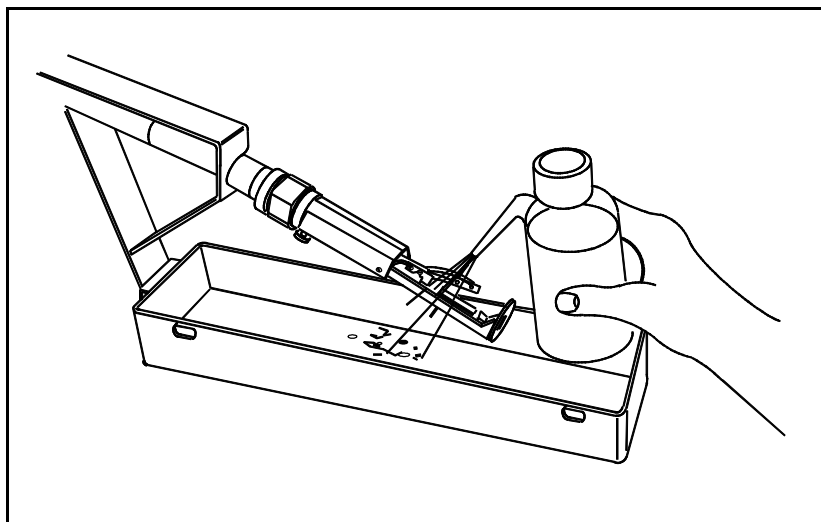

Figura 6-8. Limpieza del cabezal de impresión
7. Asegúrese que el cabezal de impresión esté apuntando hacia abajo a la bandeja de servicio conectada a tierra. Lave los contaminantes usando la solución limpiadora recomendada por VIDEOJET o make-up. (Vea la Figura 6-8).